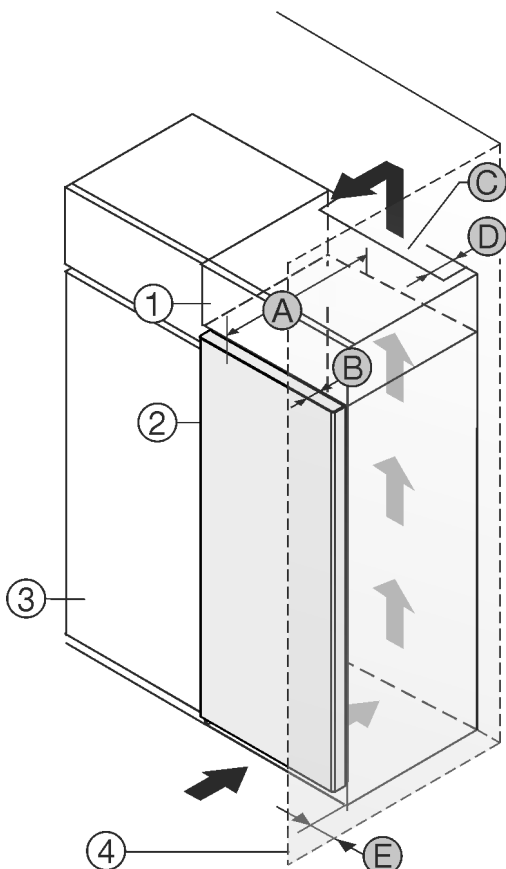

Fig. 1
Urządzenie można ustawić bezpośrednio obok szafki kuchennej Fig. 1 (3).*
Urządzenie ustawiać z odstępem 5 cm między urządzeniem a szafką kuchenną Fig. 1 (3).*
Na tylnej ściance szafki nasadzonej wymagany jest wywiejny kanał wentylacyjny o głębokości Fig. 1 (D) na całej szerokości szafki.*
Pod sufitem pomieszczenia należy zachować przekrój wentylacyjny Fig. 1 (C).*
Jeżeli urządzenie będzie ustawiane z zawiasami do ściany Fig. 1 (4), to pomiędzy urządzeniem i ścianą należy zachować minimalny odstęp, wynoszący 40mm. Na taką odległość wystaje klamka przy otwartych drzwiach.*